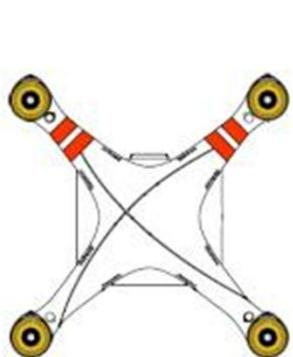

Figure 2-1
- 1) (Fig 2.1) rimuovere i quattro tondini di carta di avviso , dopo averne letto il contenuto